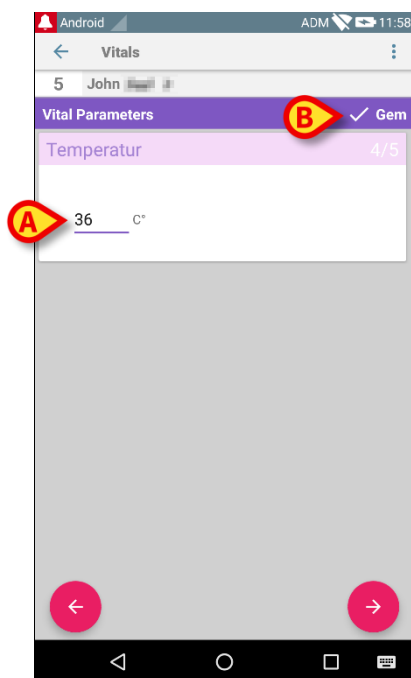

Fig. 73
Skærmen til dataindtastning åbnes (Fig. 73).
- Redigér dataene (Fig. 73 **A**).
- Berør **Gem** (Fig. 73 **B**).